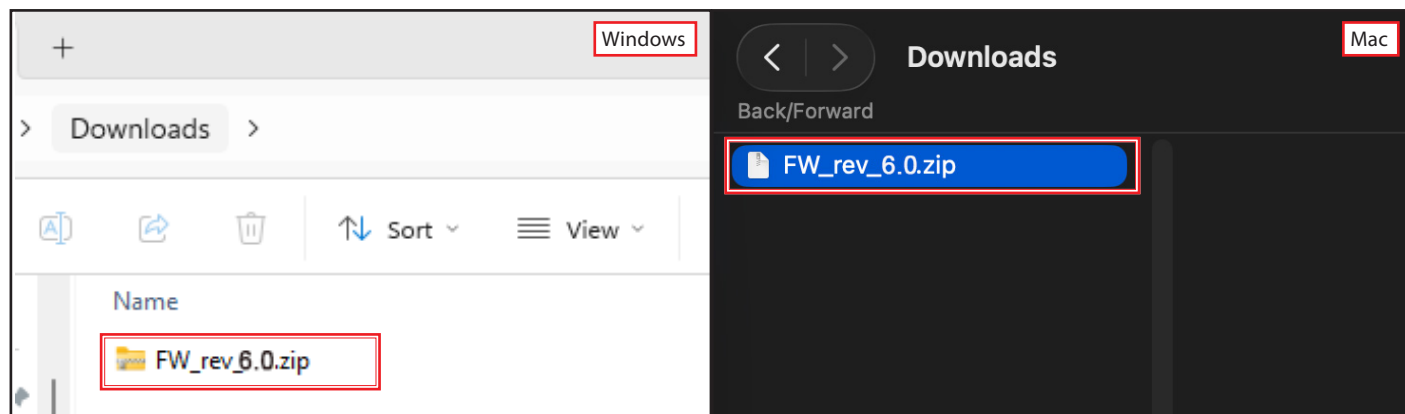

Fig. 6. Localice y abra la ubicación de descarga.
6. Localice y abra la ubicación de descarga. Suele ser su carpeta de descargas. Consulte la fig. 6.